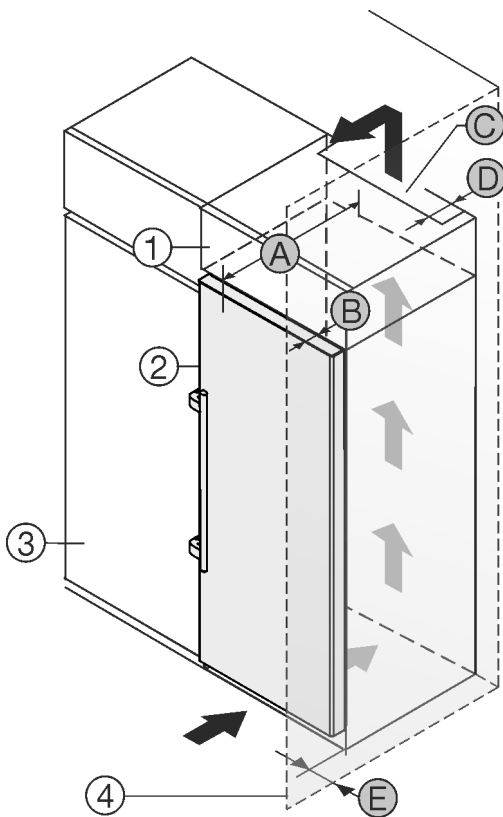

Fig. 2
Prietaisą galite statyti iš karto šalia virtuvės spintelės Fig. 2 (3).*
Galiniėje uždedamos spintelės pusėje turi likti tarpas ventiliacijai, kurio gylis Fig. 2 (D) būtų per visą uždedamos spintelės plotį.*
Po patalpos lubomis turi būti laikomasi vėdinimo angos skerspjūvio Fig. 2 (C).*
Jei prietaisai su lankstais statomi greta sienos Fig. 2 (4), mažiausias atstumas tarp prietaiso ir sienos turi būti 57 mm . Tai atitinka rankenų išsikišimą esant atvertoms durims.*
Kad durys atsidarytų iki galo, palyginti su šaldytuvo priekiu, prietaisai turi išsikišti bent per savo durų gylį Fig. 2 (B). Priklausomai nuo virtuvės spintelės Fig. 2 (3) gylio ir atstumo iki sienos nustatančių detalių naudojimo, prietaisai gali išsikišti daugiau.*